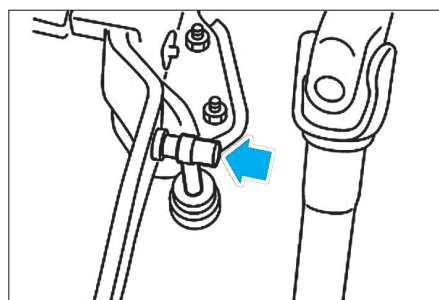

Fig. 2
- l'émetteur de la pédale d'embrayage (Fig.2).